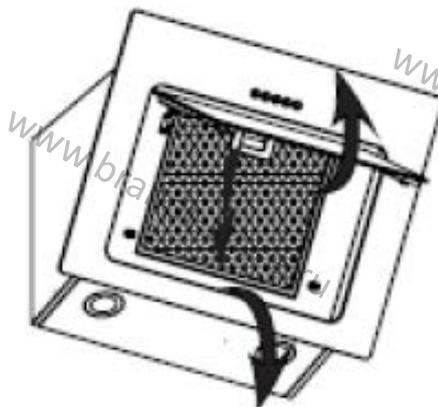

Рис. 11
- Разберите прибор, как показано на Рис. 11.
- Снимите фильтры, как показано на Рис. 11.